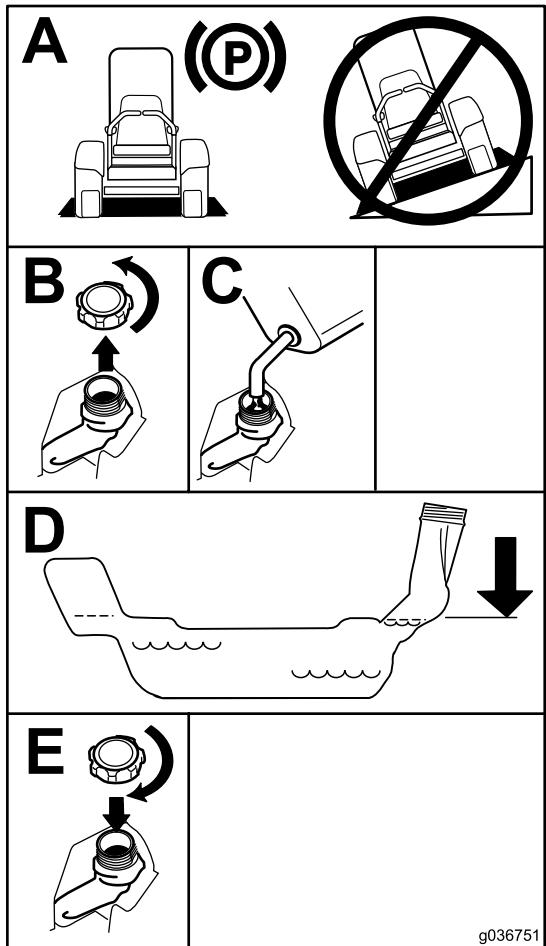

Figure 7
- Remplissez le réservoir de carburant jusqu'au bas du goulot de remplissage (Figure 7).